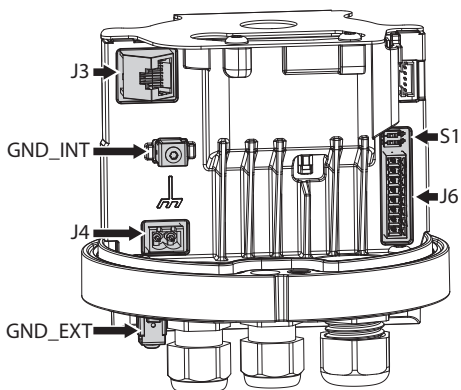
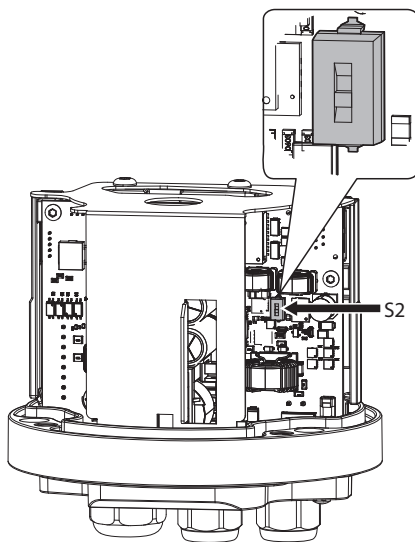

Fig. 21
Fig. 22
**!** Il cavo di terra deve sempre essere collegato al relativo morsetto (GND\_INT oppure GND\_EXT, Fig. 21, pagina 21#s#12).
Per il corretto funzionamento del prodotto, lasciare sempre S1-DIP2 e S2-DIP1 nella posizione di default (S1 Fig. 21, pagina 21#s#12 ed S2 Fig. 22, pagina 21#s#13).